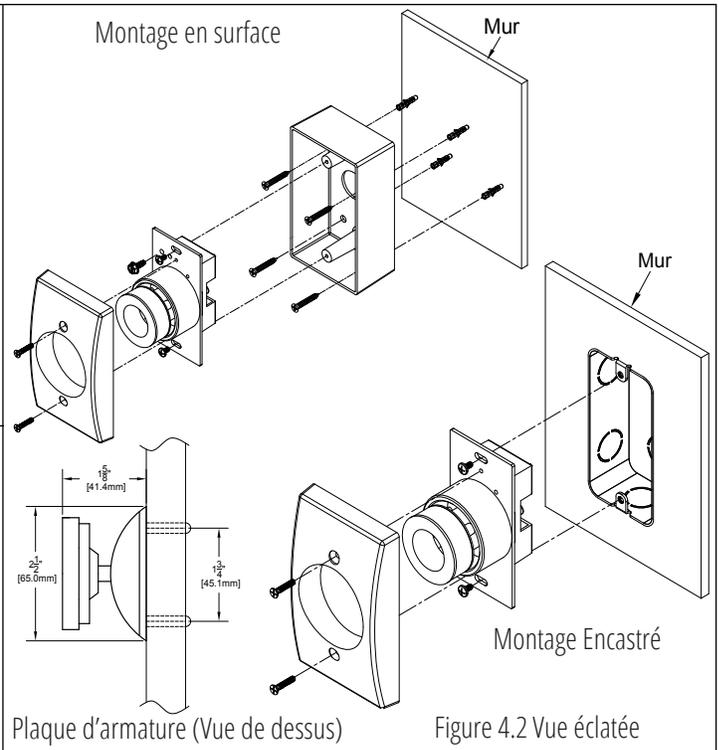

Figure 4.2 Vue éclatée
7. Connectez les fils selon le schéma de câblage illustré à la figure 4.2.
10. Connectez les fils selon le schéma de câblage illustré à la figure 4.2.
saire.) (Voir Figure 4.2).